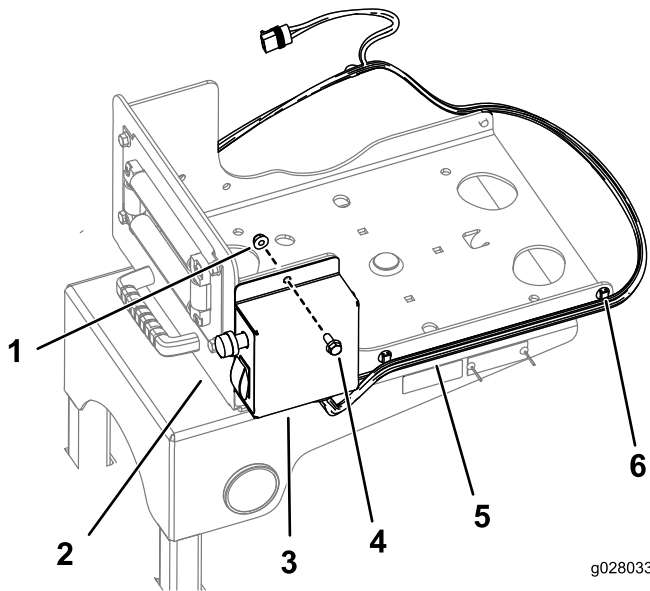

**Figure 9**
2. Sur la face inférieure du cadre du dévidoir, fixez la rondelle de butée et le circlip au plot sur la plaque pivotante (Figure 9).